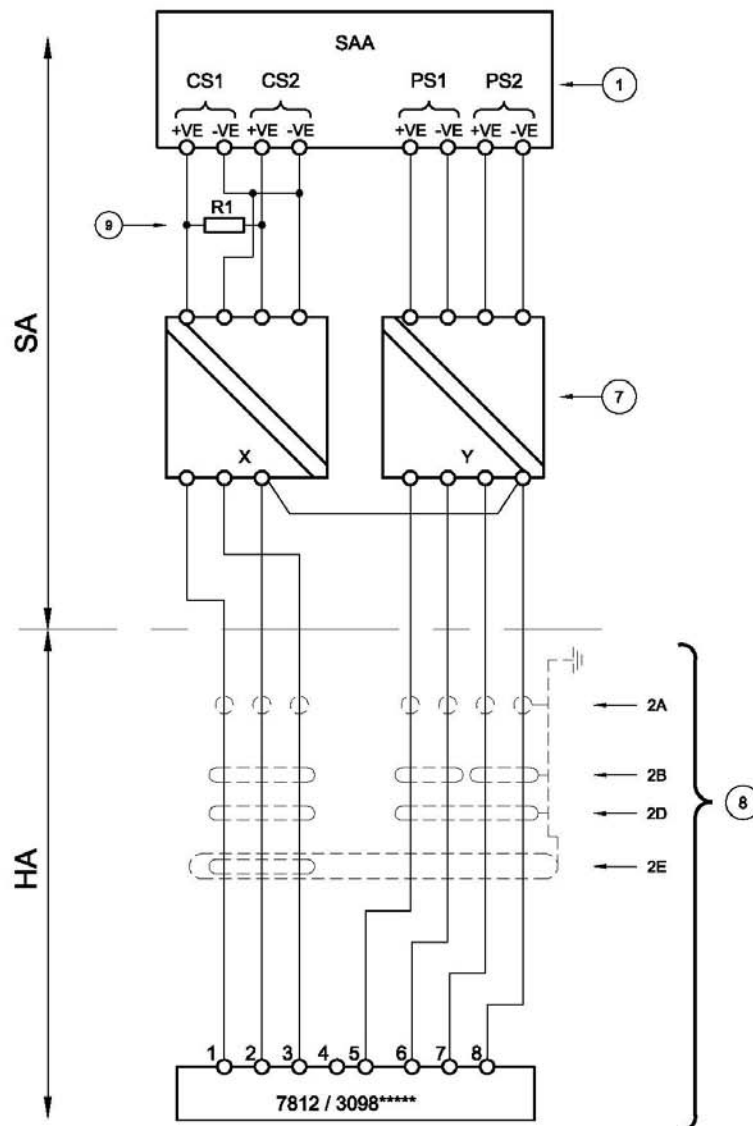

ABB. 3
- Abb. 3 – Systemverdrahtung für Dreileiter-Barriere mit Trennbaustein